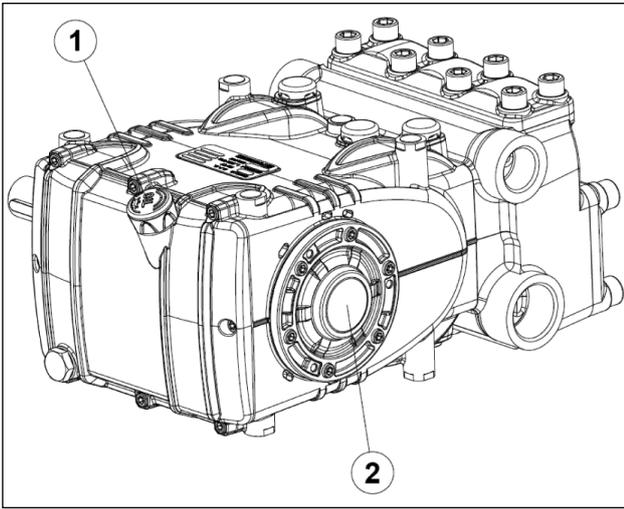

图 14
- 通过专用油位尺(部件号① 图 14)检查泵壳中的油位是否达到要求，特别是通过油位指示灯(部件号② 图 14)检查。